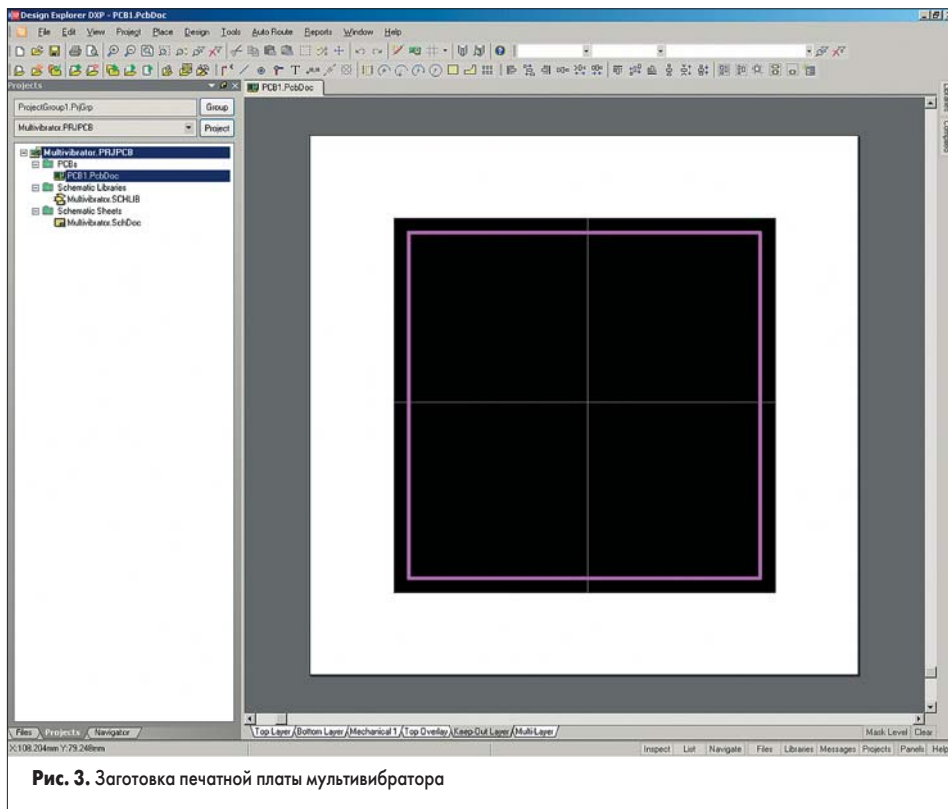

Рис. 3. Заготовка печатной платы мультивибратора
12. Мастер PCB Wizard передаст все сделанные установки в редактор печатных плат, в котором откроется новый документ с именем PCB1.PcbDoc. Этот документ содержит белый лист чертежа платы и заготовку платы — черный прямоугольник с сеткой (рис. 3). Чтобы скрыть белый лист и оставить в окне редактора только плату, необходимо выключить опцию Design Sheet в диалоговом окне Board Options, вызываемом командой меню Design/Options.